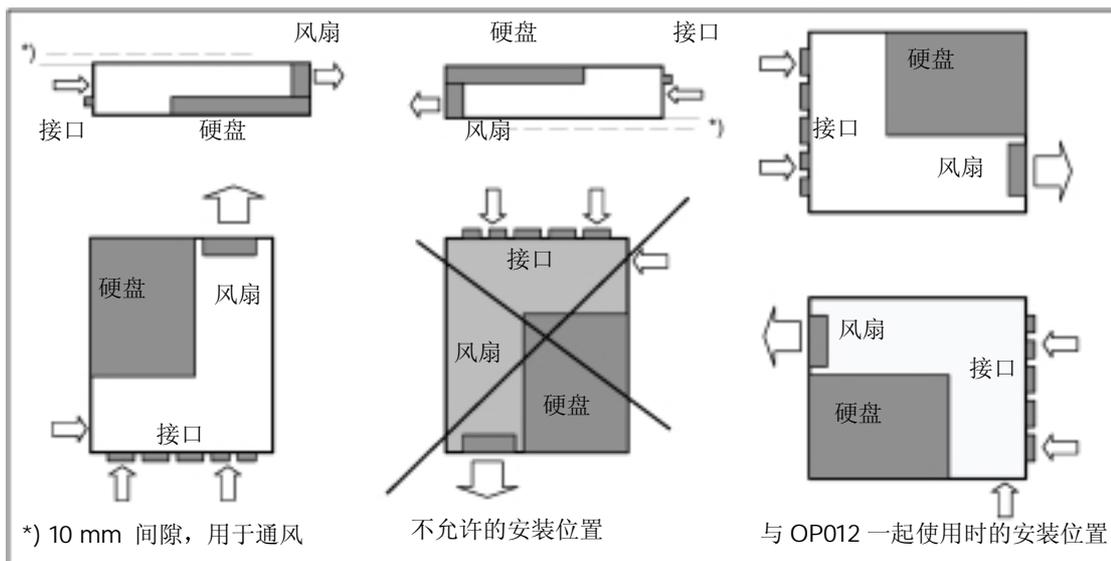

图 11-6 PCU 50 允许的安裝位置
- PCU 背面的空间间隔至少保持 10mm，从而保证有足够的空气流通（见图 11-6）。侧面间隙，参见“散热装置”。